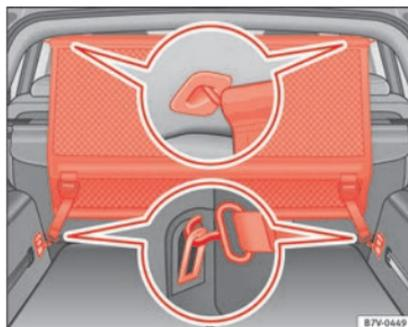

Fig. 167 Na bagageira: montar a rede de separação atrás da segunda fila de bancos.
- Engate a rede de separação no suporte esquerdo traseiro do teto » **Fig. 167**. Para isso, certifique-se que guia a vareta desde a parte superior até abaixo.
- Fixe os dois ganchos da rede de separação nas cintas dianteiras da bagageira » **Fig. 167** e coloque os cintos em tensão.
- Engate a rede de separação no suporte esquerdo dianteiro do teto » **Fig. 167**. Para isso, certifique-se que guia a vareta desde a parte superior até abaixo.
- Solte os ganchos da rede de separação das argolas » **Fig. 167**.
- Desengate a rede de separação no suporte direito traseiro do teto » **Fig. 167** pressionando a vareta.